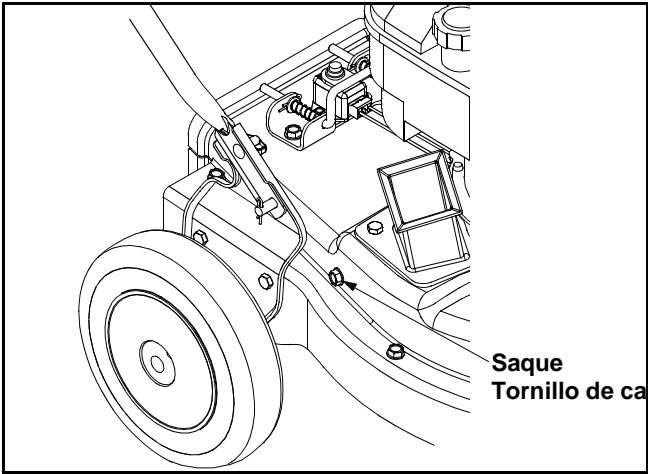

Figura 10
- Saque el tornillo de cabeza hexagonal del lado derecho de la unidad que se une a la pantalla de desgranado. Ver Figura 10.